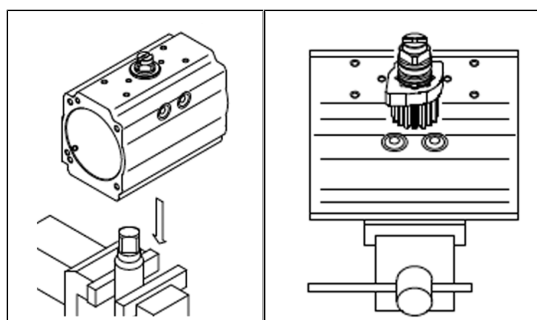

Abb. 13: Montage der Kolben
- ▶ Sicherstellen, dass die Nocke in der richtigen Stellung steht (siehe Bild 13).